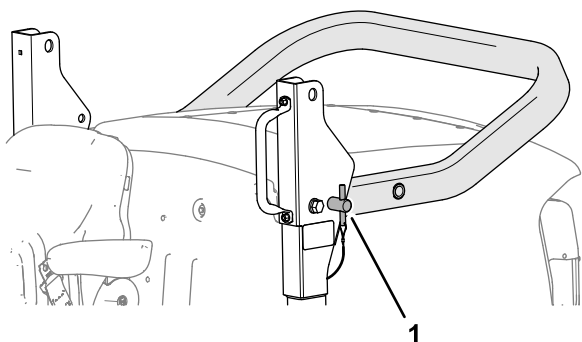

Figura 23
2. Retire los pasadores de la barra antivuelco de los soportes de giro (Figura 23).